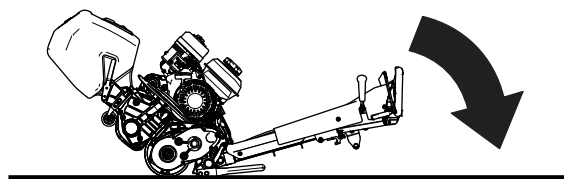

Figura 4
1. Accedete all'apparato di taglio abbassando la stegola del trattorino al suolo (Figura 4).